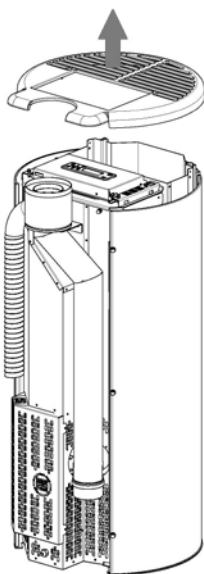

Fig. 27 - Verwijdering top
- Verwijder het gietijzeren deksel (zie Fig. 27).